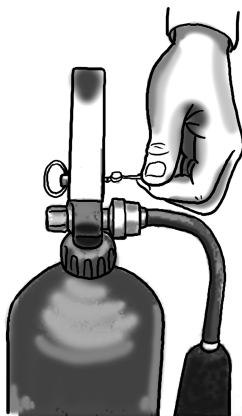

图 1-12 除掉铅封
- (1)右手托着压把,左手托着灭火器底部,轻轻取下灭火器。
- (2)除掉铅封(图 1-12)。